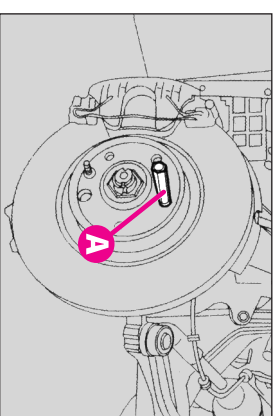

fig.9
- strângeți boltul filetant (A-fig. 9) într-unul din orificiile suruburilor de fixare de pe butucul roții.
- îndepărtați boltul (A-fig. 9) și strângeți și ultimul surub de fixare.